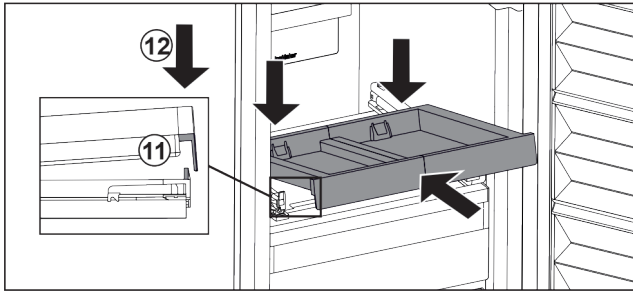

Fig. 93
- ▶ Вставьте, наклоняя вниз. Обратите внимание на то, чтобы на обеих сторонах упор был за накладкой. Fig. 93 (11)
- ▶ Снимите выдвижную панель спереди. Fig. 93 (12)